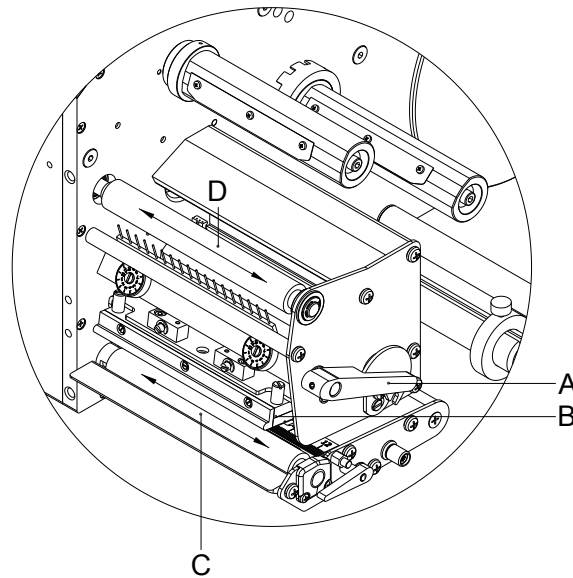

Abbildung 16
1. Andruckhebel (A, in Abbildung 16) gegen den Uhrzeigersinn drehen, um den Druckkopf zu entriegeln.